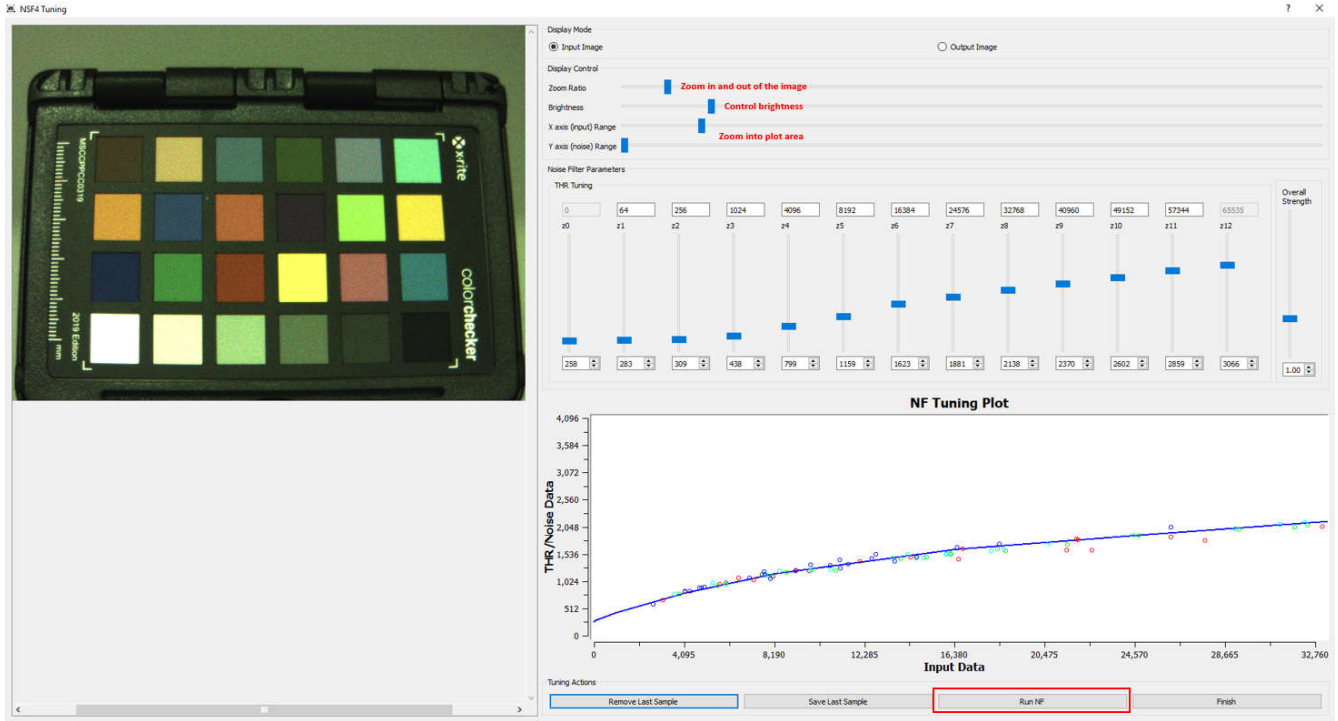

图 8-4. NSF4 调优 GUI
- 处理插件以切换到 NSF4 调优 GUI。图 8-4 展示了 NSF4 调优 GUI 和每个控件的详细信息
- 噪声图 **NF 调优图** 以小圆圈显示噪声样本。蓝线曲线是根据在 **THR 调优** 中设置的当前 X 和 Y THR 值绘制的。通过移动滑动条或键入数字手动调整 THR (Y) 值，以使噪声样本圆圈和蓝色曲线匹配。